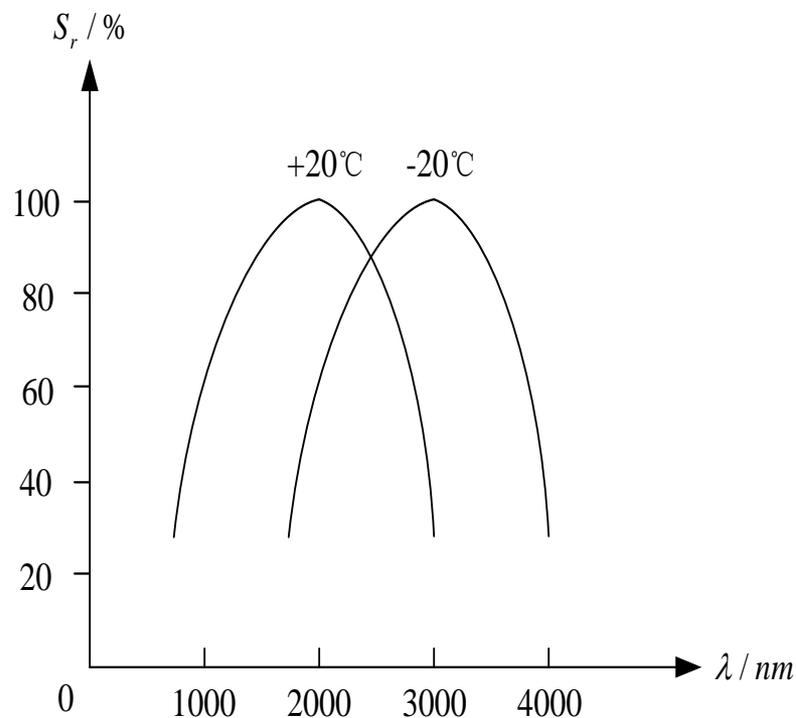

图7-11 硫化铅光敏电阻的光谱温度特性
- 图7-11所示为硫化铅光敏电阻的光谱温度特性曲线。由图可知，它的峰值随温度上升向波长短的方向移动，因此硫化铅光敏电阻要在低温恒温的条件下使用。对于可见光的光敏电阻，其温度影响要小一些。